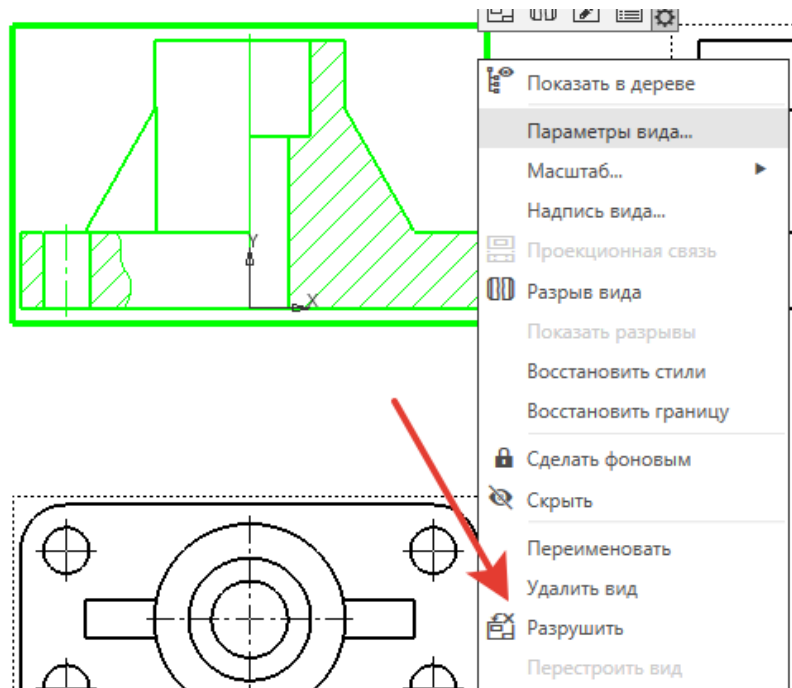

Рисунок 3.22
- Вызовите контекстное меню, кликнув по виду правой кнопкой мыши, выберите **Разрушить** рисунок 3.22: